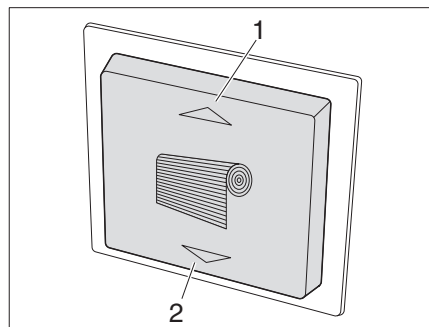
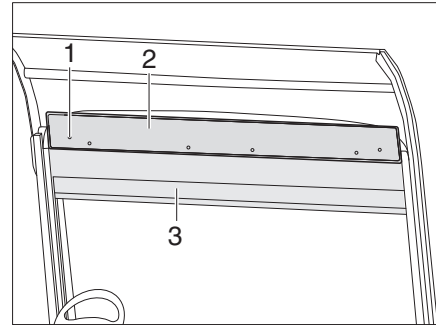

Bild 84 Schalter für Rollo
Bild 86 Notfunktion Rollo
- Schließen:** ■ Taste (Bild 84/2) drücken. Der Rollo (Bild 86/3) für die Frontscheibe fährt nach unten.
- Öffnen:** ■ Taste (Bild 84/1) drücken. Der Rollo (Bild 86/3) für die Frontscheibe fährt nach oben.
- 6 Schrauben (Bild 86/1) am Rollokasten abschrauben und Blende (Bild 86/2) abnehmen.
- Kurbel in einen der beiden Motoren einhängen und Rollo (Bild 86/3) herauf- bzw. herunterfahren.